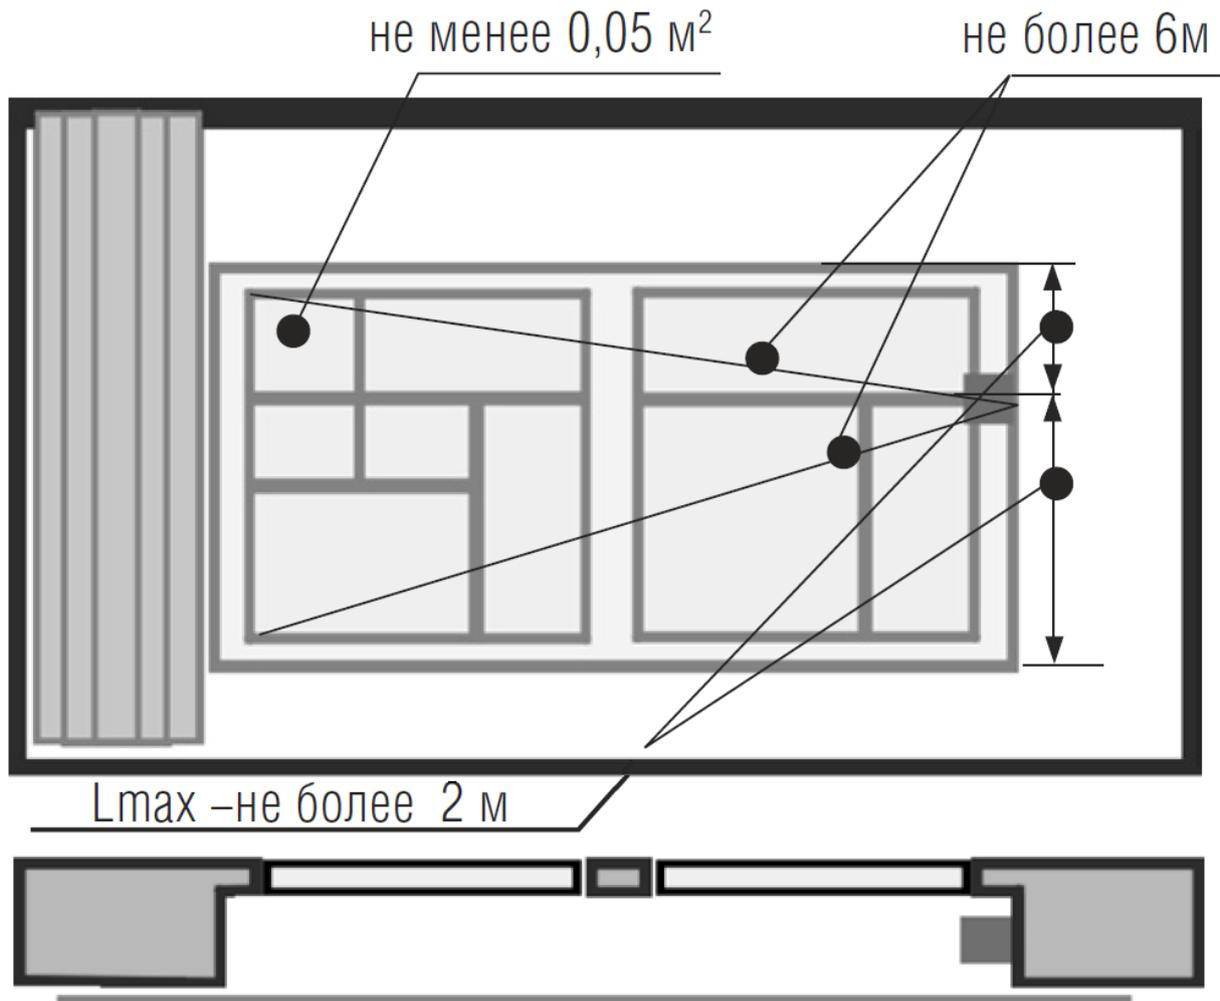

Рисунок 2 Установка в оконном проеме
- для установки на боковом торце оконного проема  $L_{\max} < 2\text{ м}$  (рис. 2); при установке в угол оконного проема это ограничение снимается.
3.3. Допускается установка извещателя между охраняемыми стеклом и жалюзи (см. рис. 2);